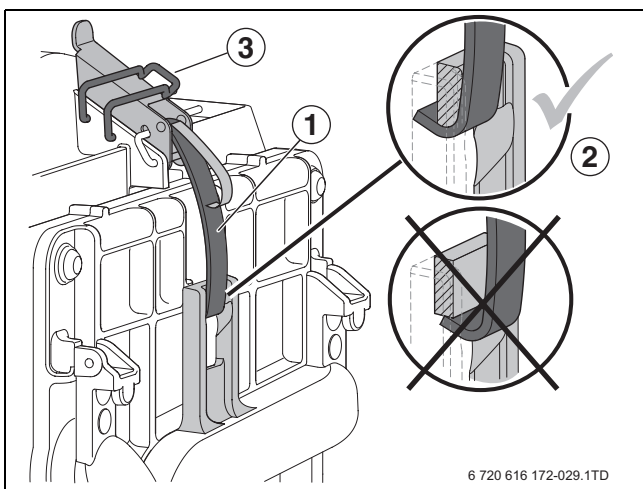

Рис. 97 Крепление и фиксация защёлок
- ▶ После монтажа горелки и её крышки зафиксируйте защёлки предохранительными скобами [3] (→ рис. 97).